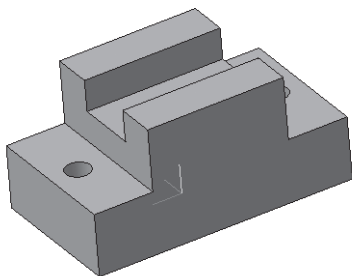

Рис. 200
-  – создайте объект (рис. 200);